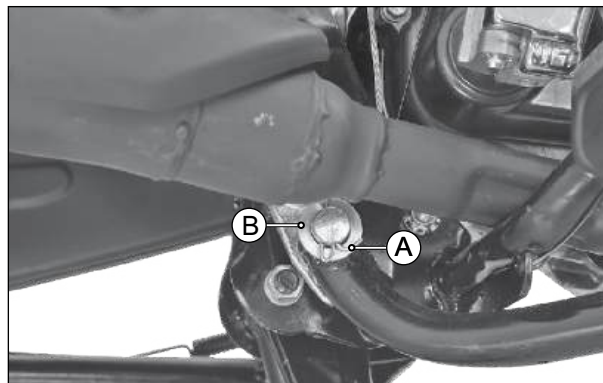

Fig. 6.106
- Remova a cupilha (A) e a arruela (B) do conjunto do pedal do freio traseiro. (Fig. 6.106)